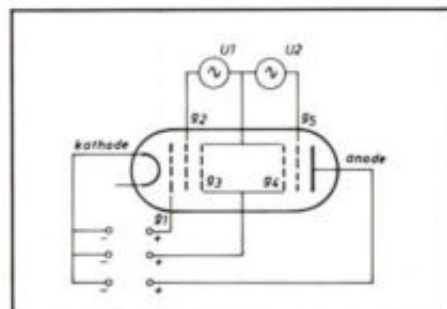

Fig. 2. Elektrodenconfiguratie van het klystron.
Ook in de inhaalbuis is sprake van snelheidsmodulatie van de elektronen. Fig. 2 toont de principeschakeling van de inhaalbuis. De elektronen die door de kathode (K) worden uitgezonden passeren eerst rooster g_1 . Dit rooster heeft doorgaans een cilindervorm, is geplaatst in de lengterichting van de buis en bezit een positieve potentiaal ten opzichte van de kathode. Hierdoor wordt de elektronenstroom versneld en gebundeld.